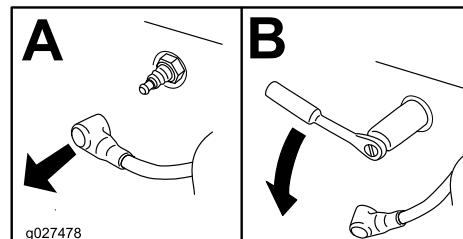

Figure 59
4. Localisez et retirez la ou les bougies comme montré à la Figure 59.